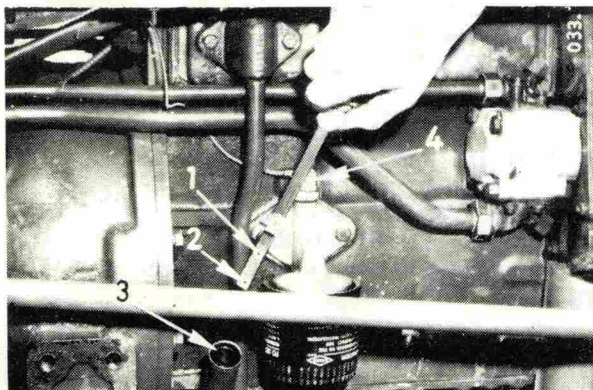
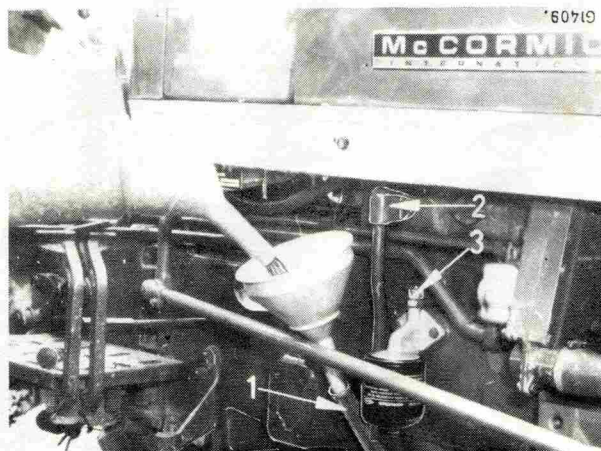

Fig. 49 - Vérification du niveau d'huile moteur
Fig. 51 - Remplissage du carter moteur
Le niveau d'huile ne doit jamais descendre au-dessous du repère inférieur (2, Fig. 49) de la jauge. Si nécessaire, complétez jusqu'au repère supérieur (1) avec de l'huile fraîche. (voir Fig. 51).
Il importe de nettoyer le filtre reniflard du moteur toutes les 800 heures de fonctionnement. Pour ce faire, ôter le tuyau du reniflard (2, Fig. 51) et dégager l'élément filtrant de sa gorge. Nettoyer l'élément dans du combustible Diesel et le sécher à l'air comprimé. Lors du remontage, il y a lieu de remplacer le joint.